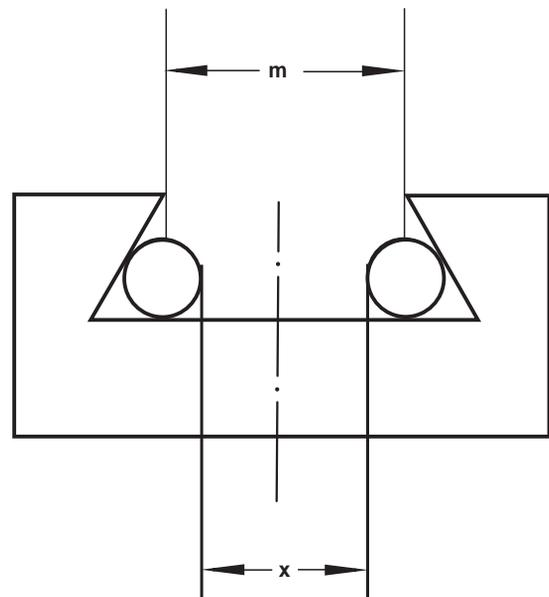

Fig. 6
- a) Asegúrese, antes de dar la última pasada a este flanco, si obtiene la medida (m) deseada (Fig. 6).
- b) Si la precisión lo exige, la verificación final se hace comprobando que se tiene, entre los cilindros, la dimensión (x) previamente calculada (Fig. 6).